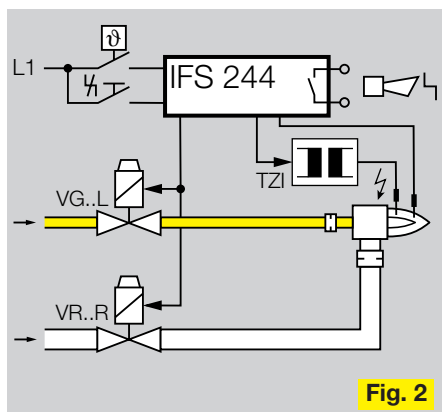

Fig. 2
- Fig. 2 Brenner mit Zwangsluft
- Fig. 2 Burner with forced air
- Fig. 2 Напорные горелки